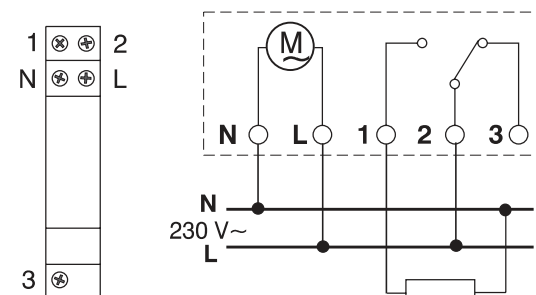

fig. 2
- collegare l'alimentazione 230V~ ai morsetti N e L (fig. 2)
- Collegare il dispositivo da comandare ai morsetti 1 - 2 - 3 (fig. 2)